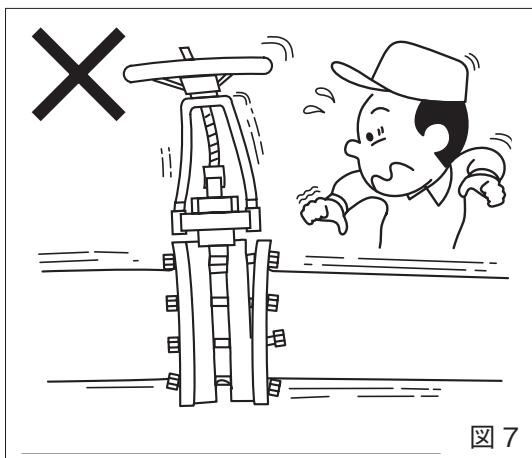

図 7
■取付場所：振動のある場所での使用は避けてください。また、あらかじめメンテナンス可能なスペースを確保してください。(図 7)